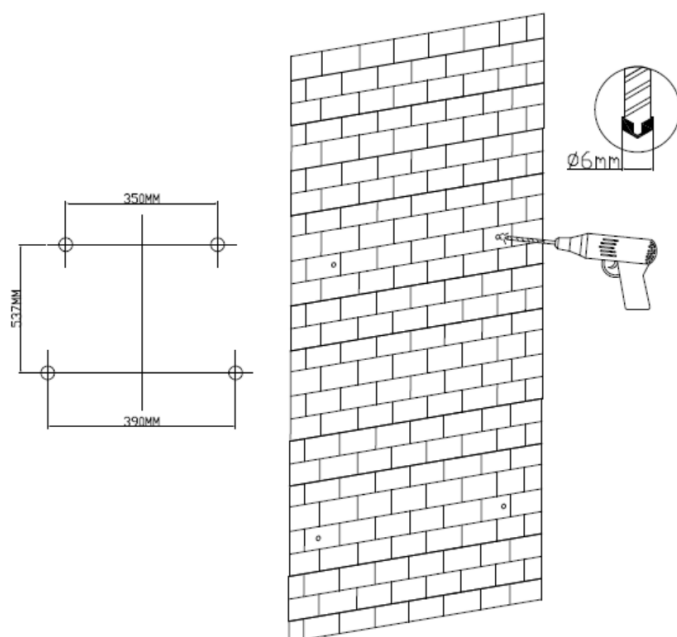

Fig.3
- Taladrar en las marcas e introducir los tacos. (Fig.3).